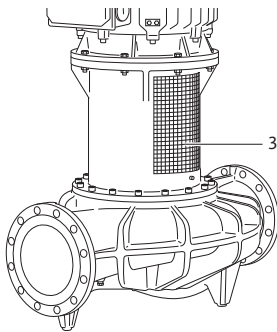

Fig. 48: Συναρμολογημένο προστατευτικό έλασμα συνδέσμου
- Η αντλία μπορεί να λειτουργεί μόνο με συναρμολογημένα προστατευτικά ελάσματα συνδέσμων (Fig. 48, θέση 3).